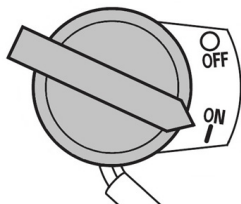

Рис. 10 Выключатель зажигания в положении «Включено»
2. Выключатель зажигания установите в положение «ON» (Включено) (Рис. 10).